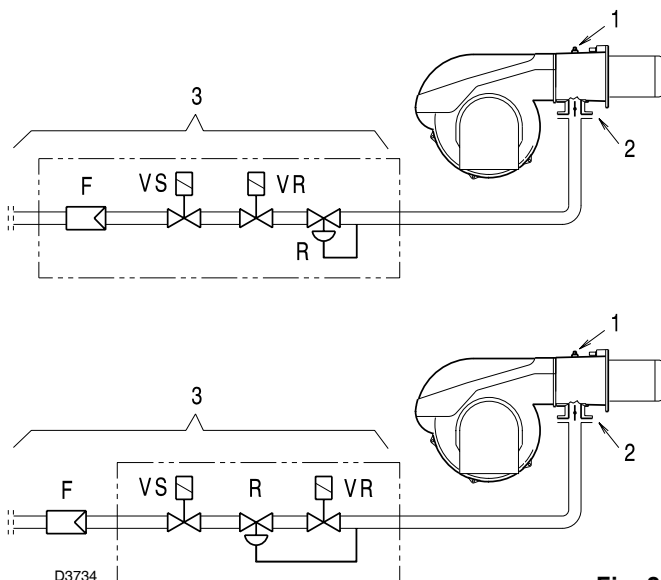

Fig. 20
Presión de gas en la toma 1)(Fig. 20), con:
Pérdida de carga válvula de mariposa del gas 2)(Fig. 20) con abertura máxima: 90°.
Pérdida de carga rampa de gas 3)(Fig. 20) comprende:
- restar a la presión del gas en la toma 1)(Fig. 20) la presión de la cámara de combustión.
Presión de gas en la toma 1) (Fig. 20) = 19 mbar
En cambio, para conocer la presión de gas necesaria en la toma 1)(Fig. 20), una vez fijada la potencia MÁX a la que se desea que funcione el quemador:
- Leer a la derecha, columna 1, la presión en la toma 1)(Fig. 20).
presión necesaria para la toma 1)(Fig. 20).